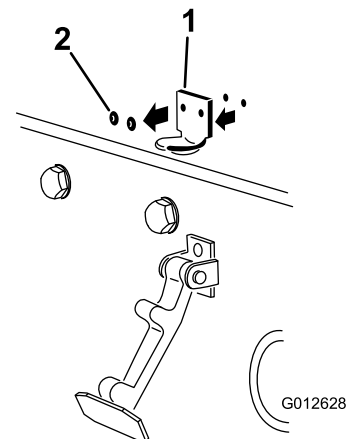

Bild 32
2. Entfernen Sie die Nieten (2), mit denen die Halterung des Motorhaubenriegels an der Motorhaube befestigt ist (Bild 32). Nehmen Sie die Halterung des Motorhaubenriegels von der Motorhaube ab.